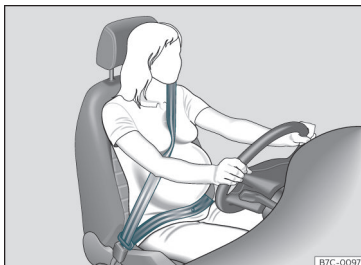

Fig. 12 Posizione del nastro della cintura di sicurezza per donne in stato di gravidanza.
In caso di **donne incinte**, la cintura di sicurezza deve passare in modo uniforme sul petto e il più possibile sotto sul bacino con il nastro piatto in modo da non stringere il ventre; deve essere utilizzata durante tutta la gravidanza» **fig. 12**.
- In caso di donne incinte, il tratto addominale del nastro della cintura di sicurezza deve passare il più in basso possibile davanti al bacino, appoggiato piatto e "avvolgendolo" il ventre» **fig. 12**.